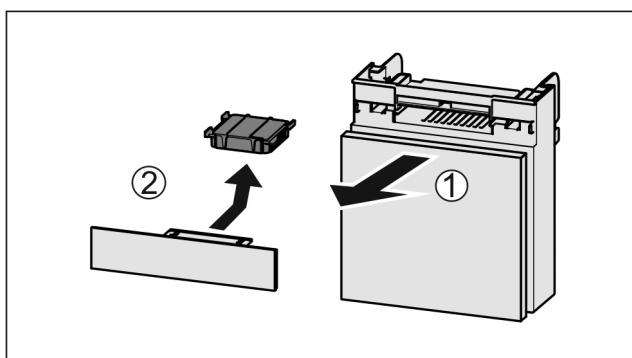

Fig. 148
- Издърпайте Fig. 148 (1) напред от отделениято.
- Извадете Fig. 148 (2) филтъра с активен въглен.